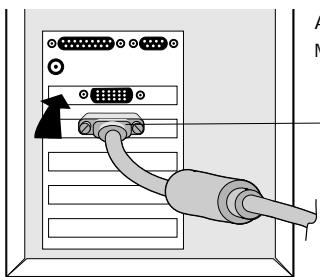

Figura A.1
3. Collegate la minispina D-SUB da 15 pin del cavo appropriato al connettore della scheda display del computer. Serrate tutte le viti (Figura A.1).